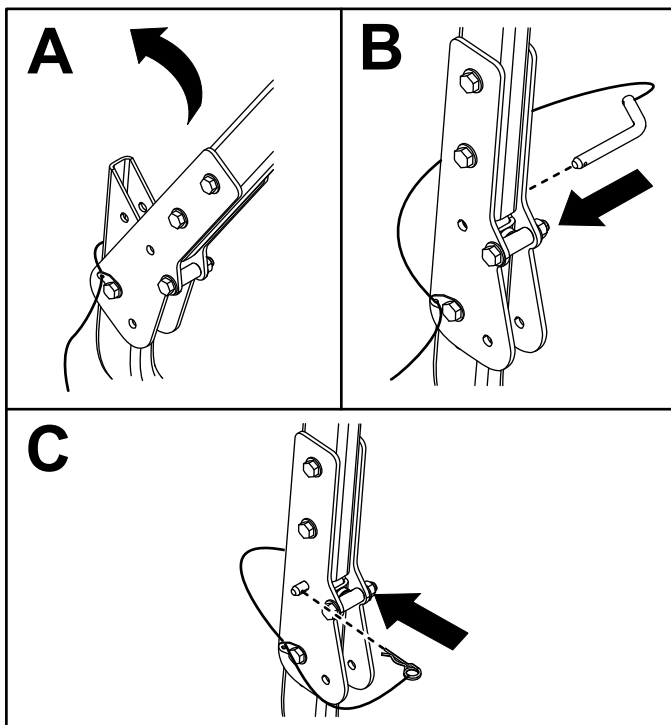

Figura 13
5. Eleve la barra antivuelco a la posición vertical y bloquéela en esa posición con el pasador de giro y la chaveta en ambos lados de la barra antivuelco (Figura 13).